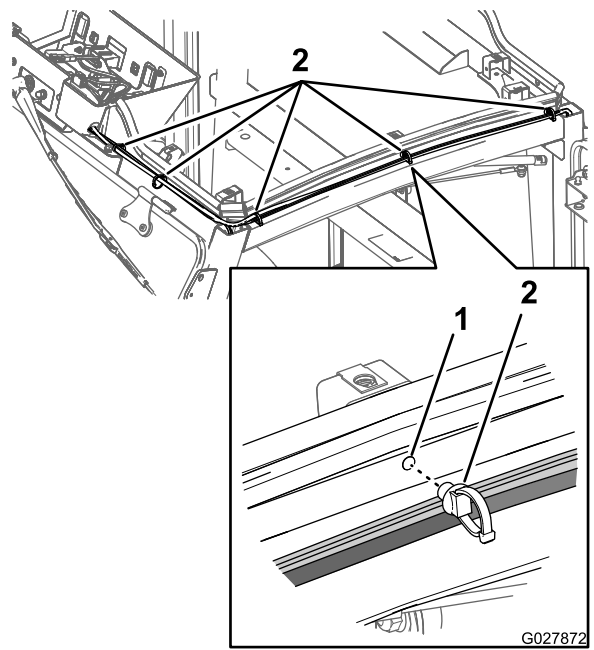
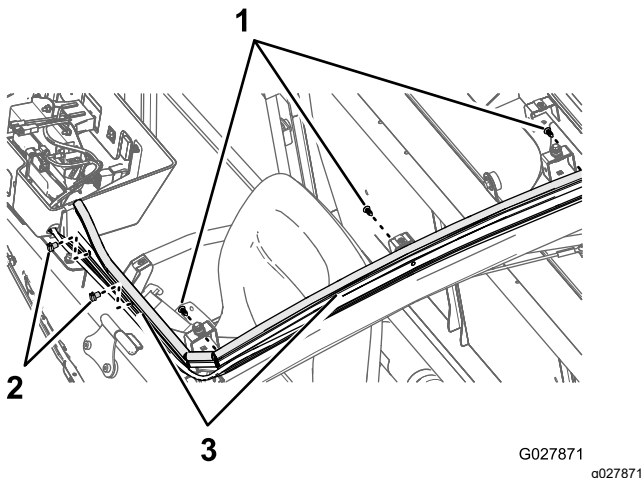

Figure 31
Figure 30
les clips du faisceau que vous avez retirés à l'opération 1 (Figure 30 et Figure 31).
1. Retirez les 2 clips qui fixent le faisceau de la cabine sur le cadre avant gauche de la cabine (Figure 30).
3. Attachez le faisceau de cabine, le faisceau de pompe de lave-glace et le flexible avec la partie attache-câble des fixations enfichables (Figure 31).
4. Retirez les 3 fixations enfichables situées au-dessus du cadre de porte côté conducteur (Figure 30).
5. Insérez 3 fixations enfichables aux emplacements occupés auparavant par les fixations enfichables que vous avez retirées à l'opération 4 (Figure 30 et Figure 31).